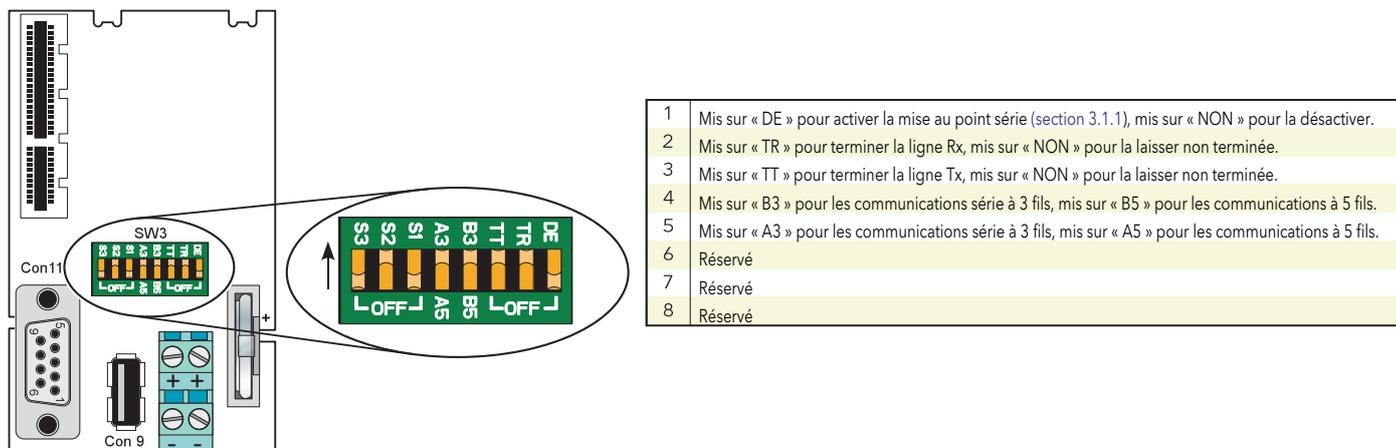

Figure 2.3.1c Détails de configuration du matériel de communication
2. Sélectionnez le fonctionnement à 3/5 fils à l'aide du commutateur à glissière (SW3) situé sur le bornier IOC. Les lignes Tx et Rx peuvent également être terminées (par des résistances de 150 Ω) à l'aide des autres éléments de ce commutateur. La figure 2.3.1c en montre les détails.